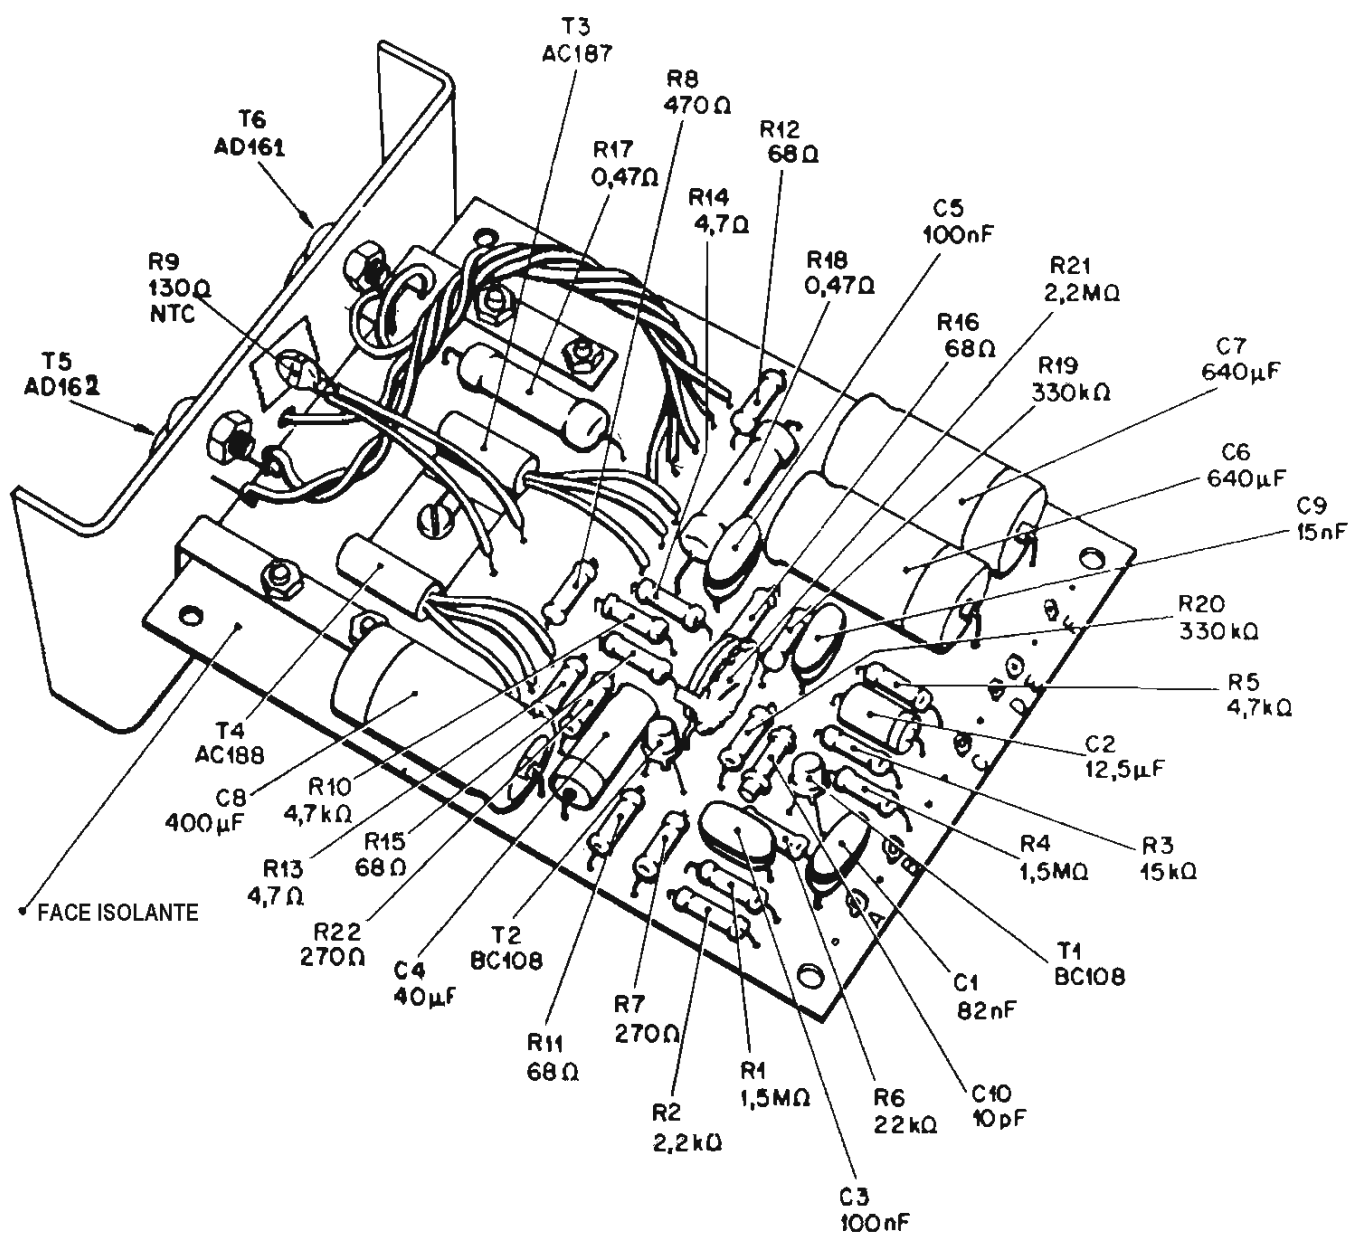

Figura 4 - Vista de conjunto do módulo amplificador montado.
A posição dos componentes está indicada mediante o símbolo correspondente impresso na face isolante da placa. A figura 4 mostra a disposição correta das peças. Todos os componentes (salvo os transistores de potência) deverão ser colocados sobre a face isolante da placa de fiação impressa. Os terminais devem atravessar os respectivos orifícios, fazendo contato com a parte cobreada na face oposta (figuras 3 e 5).
Efetue as operações na seguinte ordem, orientando-se pela figura 4:
8 - Coloque os transistores T_1 e T_2 (BC108); identifique e posicione corretamente os terminais. Oriente-se pela figura 4, bem como pela figura 7 que mostra as posições das linguetas de referência dos transistores.
- 11 - Fixe as aletas com os transistores no furo "J" do painel usando parafuso de 6mm, arruela dentada e porca. Consulte a figura 4 para verificar a posição dos transistores. Introduza e solde os terminais de emissor, base e coletor de T₃ e T₄ nos furos correspondentes.
17 - Posicione e solde na placa impressa os fios que vêm do radiador seguindo a tabela abaixo (veja também figura 4).
18 - Corte dois espaguetes com 35mm de comprimento. Introduza-os nos terminais de R₉ (termistor NTC 130Ω). Conservando os terminais com o comprimento original, coloque e solde na placa onde indicado. O corpo NTC deve tocar no radiador. No ponto de contato cole um pedaço de fita isolante no radiador; use graxa de silicone ou vaselina sobre a fita para melhorar a transferência de calor do radiador para o corpo do NTC. Ver também figura 4 e 12.
- Se todos os componentes estão na posição assinalada na figura 4.